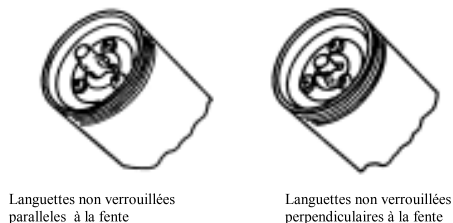

Fig 4
- 1) «Verrouiller» le poussoir à la tige du poussoir (voir Fig 4).
Important – le pousoir doit être «verrouillé» à la tige (voir fig.4).